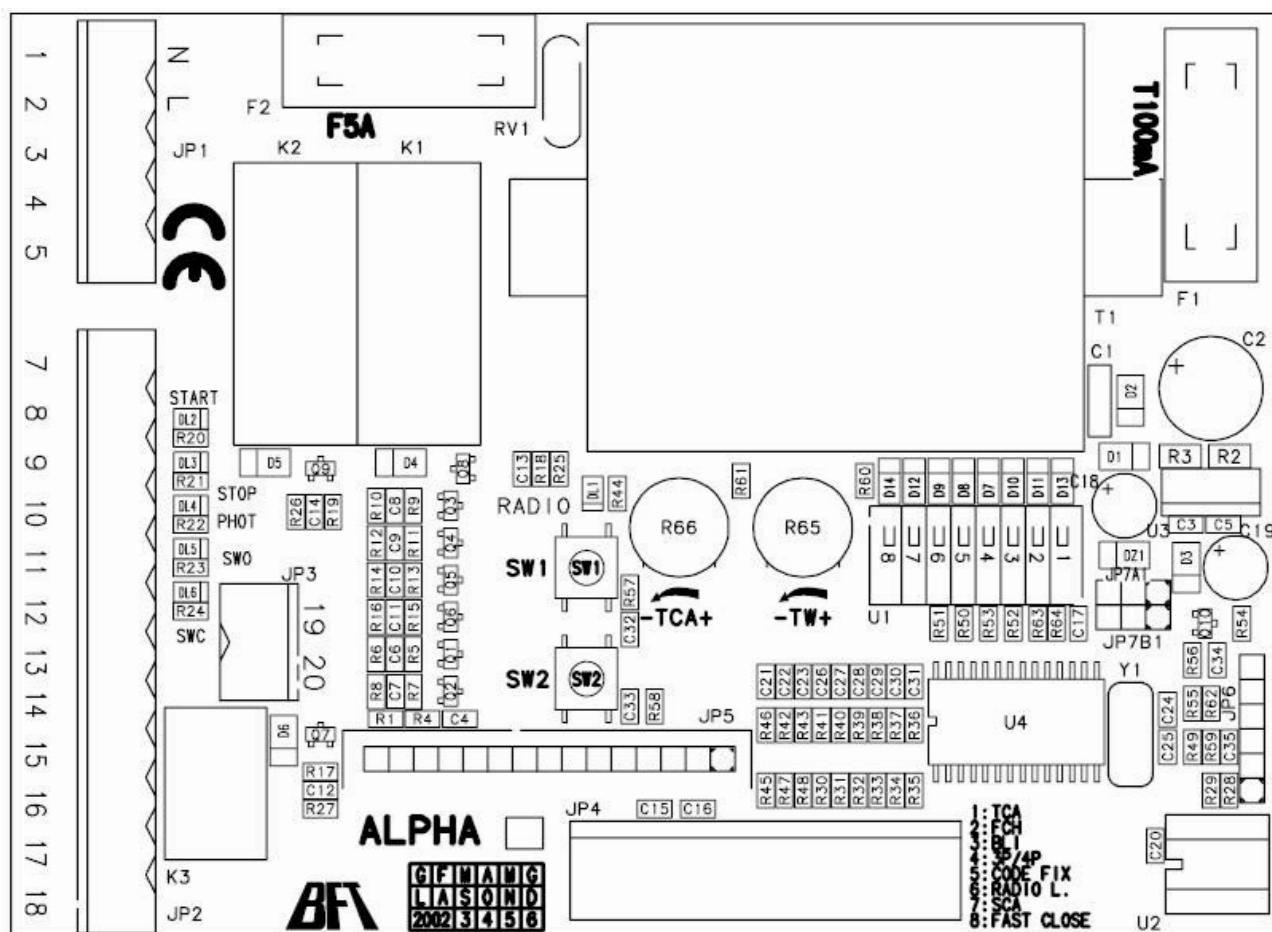

рис. 6
Разъем платы радио 1-2 канальной (рис. 6).
6. Переключатели DIP (рис. 6)